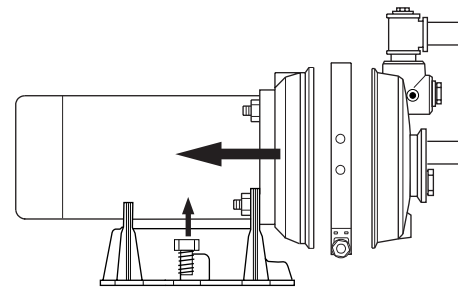

Figura 5
2. Saque la abrazadera que sostiene las mitades de la bomba juntas (ver figura 5).